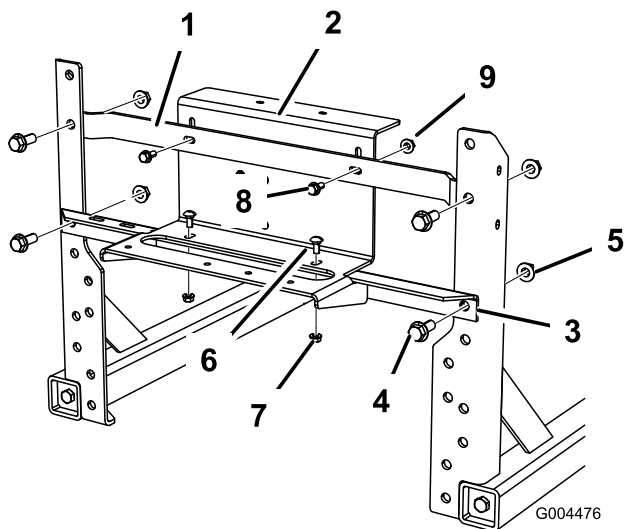

Figura 10
1. Instale a barra transversal inferior que removeu dos postes da rampa antigos utilizando os dispositivos de fixação existentes (Figura 10).